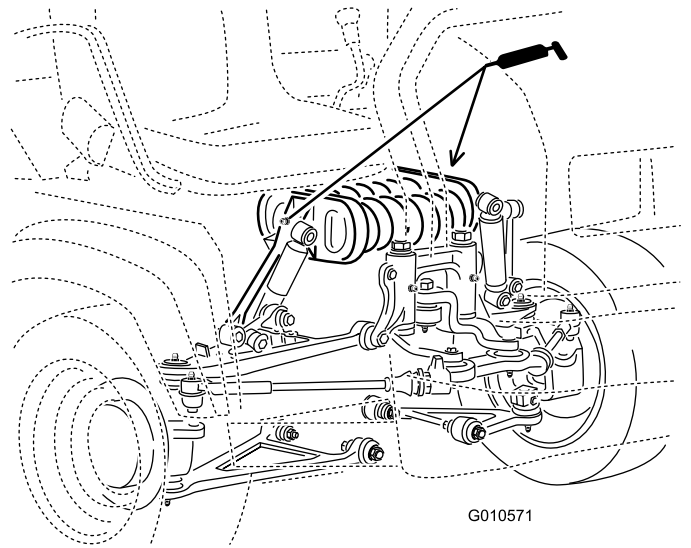

Figure 41
- Tourelle de suspension (2), comme montré à la Figure 41